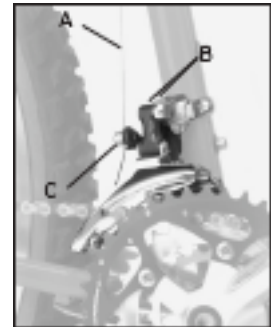

Figure 21 - Dérailleur avant
2. Desserrez le boulon de serrage du câble de dérailleur avant (figure 21) jusqu'à ce que le câble soit détendu.